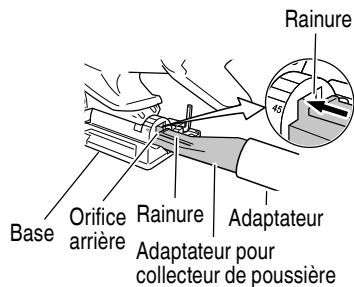

Fig. 36
- (6) Insérer l'adaptateur pour collecteur de poussière dans l'orifice arrière de la base jusqu'à ce que le crochet s'enclenche dans la rainure. (Fig. 36)
- (7) Appuyer sur le crochet pour retirer l'adaptateur pour collecteur de poussière.